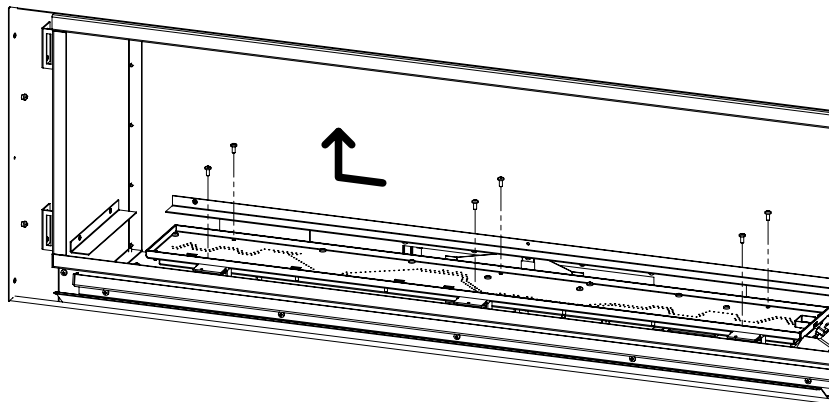

Figure 19: Dépose de brûleur
6. Retirez les six vis T-20 le brûleur pan comme illustré à la Figure 19 ; ne retirez pas les autres vis T-20. Une fois la vis spécifiée sont supprimées faites glisser vers la gauche de brûleur et soulevez-le pour le retirer.